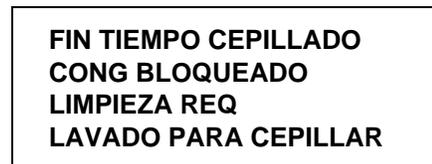

Figura 179
1. Ha transcurrido el tiempo especificado en el temporizador de cepillado (valor máximo de 14 días). (Vea la figura 179).